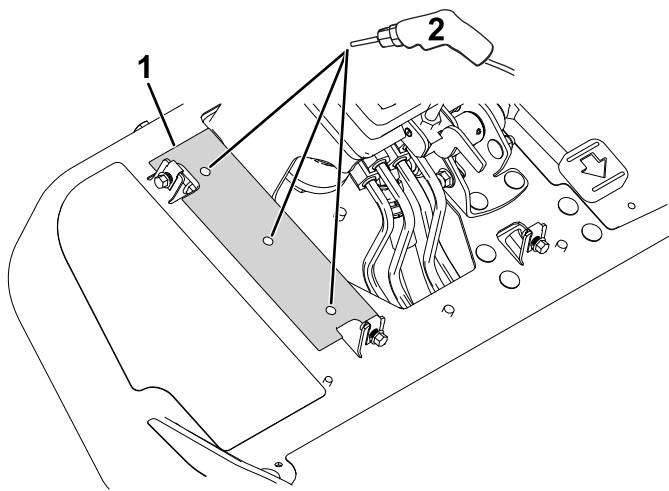

Figure 3
3. Alignez les découpes du gabarit de perçage du raidisseur et les découpes dans la plate-forme, comme montré à la Figure 3.
6. Alignez le support de la direction sur les trous que vous avez percés dans la plate-forme (voir Figure 3). (3/8") dans le support du distributeur de direction (Figure 5).